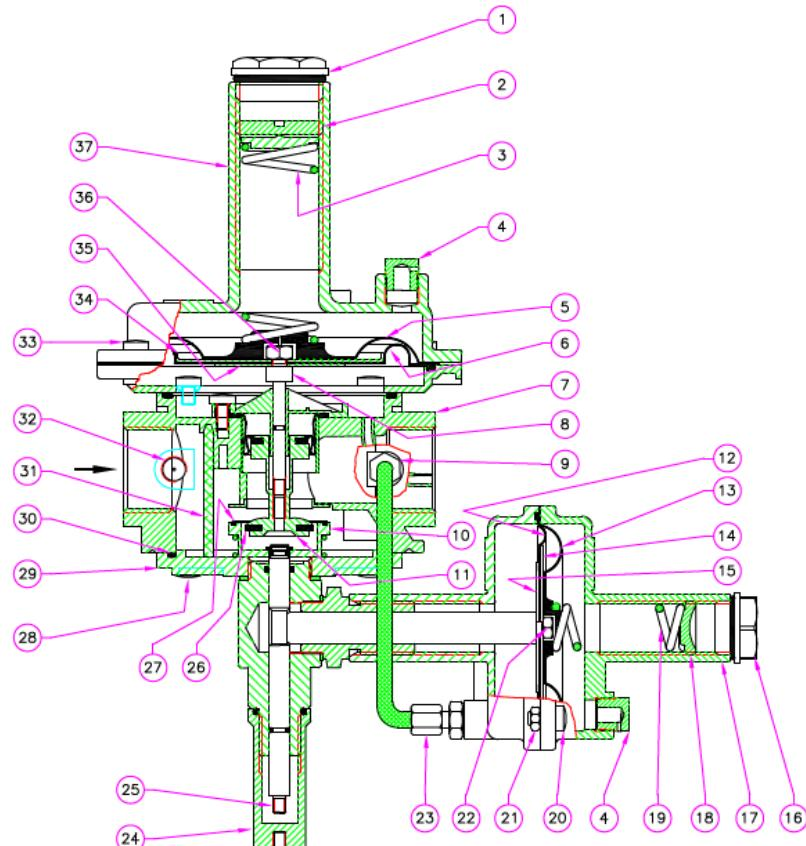

Рис. 1
Регулятор (рис. 1) алюминиевая крышка (1); регулировочный винт выходного давления (2); пружина настройки выходного давления (3); крышка с отверстием (4); защитная мембрана регулятора (5); рабочая мембрана регулятора (6); корпус (7); стержень обтюратора (8); соединительная трубка (9); раструб обтюратора (10); обтюратор (11); рабочая мембрана ПЗК (12); защитная мембрана ПЗК (13); диафрагма верхнего диска (14); нижний диск мембранны ПЗК (15); пластиковая крышка (16); воронка ПЗК (17); регулировочный винт ПЗК (18); пружина настройки ПЗК (19); винт крепления воронки ПЗК (20); гайка M5 (21); блокировка мембранны гайки (22); соединения трубы (23); защитный колпачок рукоятки взвода (24); рукоятка взвода регулятора (25); уплотнительная шайба (26); уплотнительное кольцо (27); нижние крепежные винты (28); нижняя крышка регулятора (29); нижнее уплотнительное кольцо (30); фильтрующий элемент (31); заглушка (32); винты крепления воронки регулятора (33); верхний диск мембранны регулятора (34); нижний диск мембранны регулятора (35); гайка крепления мембрани (36); воронка регулятора (37).